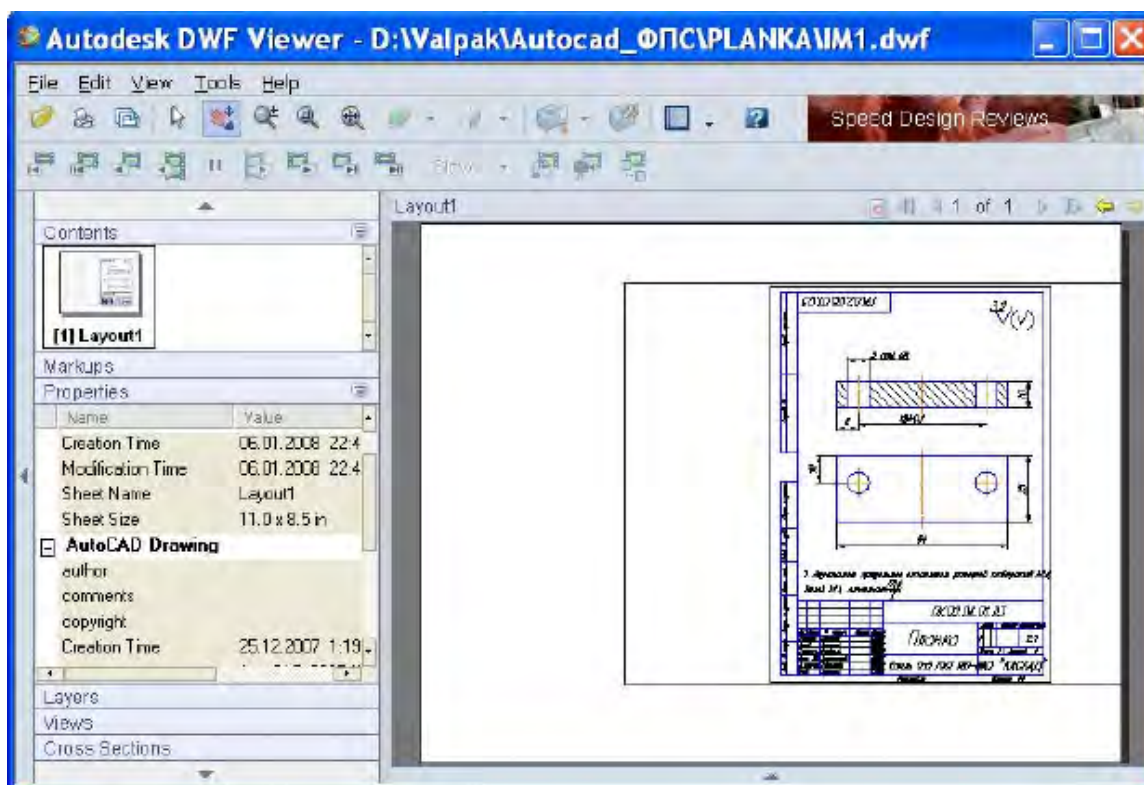

Рис. 42. Окно программы Autodesk DWF Viewer
- в качестве отдельной независимой программы (рис. 42);